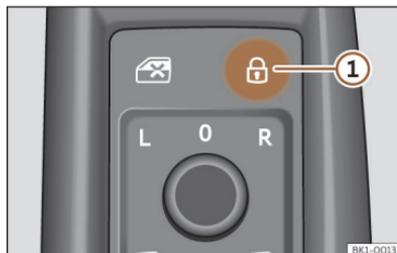

Fig. 85 En la puerta del conductor: conmutador del cierre centralizado.
- Bloquear: pulse el botón  >>> **fig. 85**.
- Desbloquear: pulse otra vez el botón  >>> **fig. 85**.